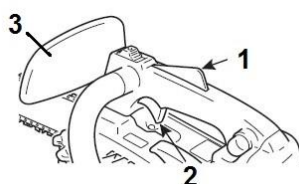

Fig. 7
2. Premere gradualmente l'acceleratore (Fig. 7-②) e il dispositivo di bloccaggio (Fig. 7-①) contemporaneamente per aumentare il regime del motore.
4. Assicurarsi che la catena si arresti quando viene rilasciata l'acceleratore (Fig. 7-②).